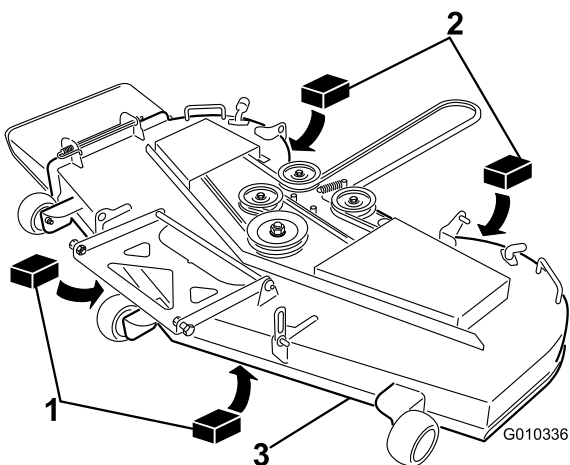

Figure 61
3. Placez deux cales de 6,6 cm (2 5/8 po) d'épaisseur chacune sous chaque côté du bord avant du tablier de coupe, mais pas sous les supports des galets anti-scalp (Figure 61).
4. Placez deux cales de 7,3 cm (2 7/8 po) d'épaisseur chacune sous le bord arrière de la jupe du tablier de coupe, une de chaque côté (Figure 61).